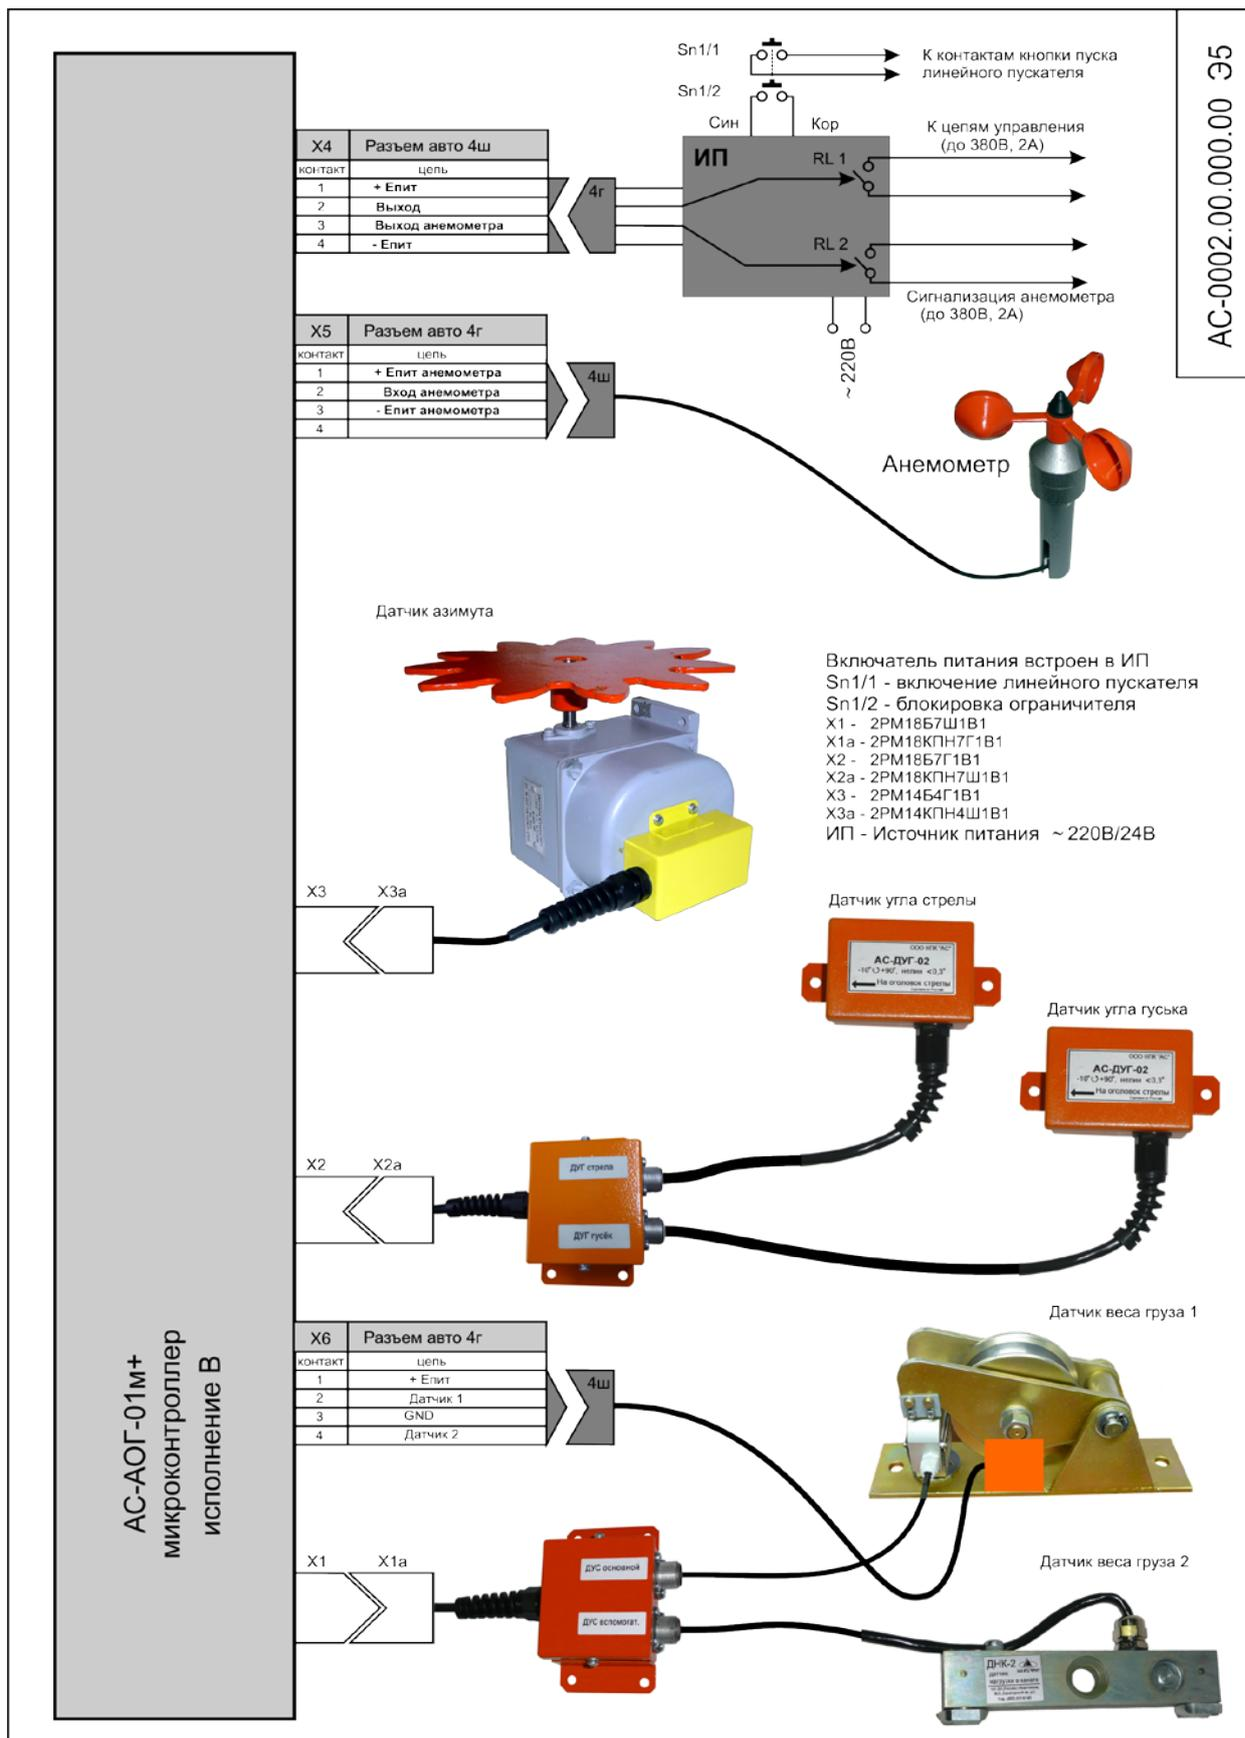

Рис.3
6.1. Описание работы проводится по схеме Рис.3.
Подсоединение АОГ к электрооборудованию крана должно быть произведено в соответствии со схемой подключения Рис.3, через контакты разъема Х4,Х5 блока АОГ, Рис.2, расположенного на шлейфе, выходящем через гермовывод на задней стенке блока АОГ.